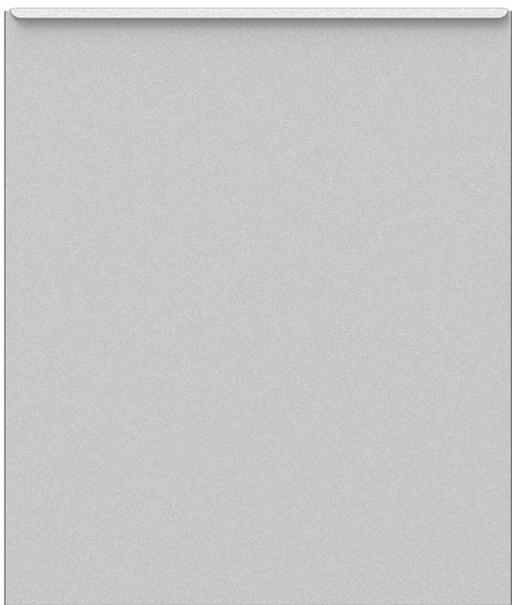
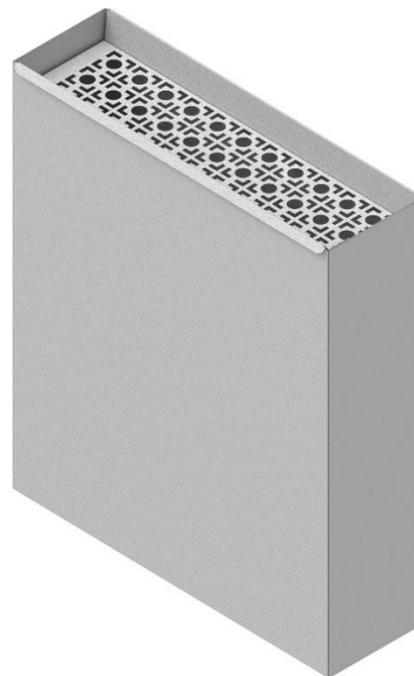

Рис.10. Бак для воды
Рис. 11. Бак для воды
3) Бак для воды – изделие в форме параллелепипеда для заполнения чистой водой. (Рис. 10. Бак для воды - Вид спереди, Рис. 11. Бак для воды - Изометрическая проекция).